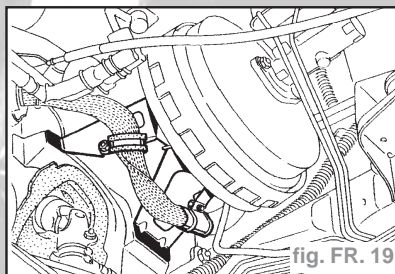
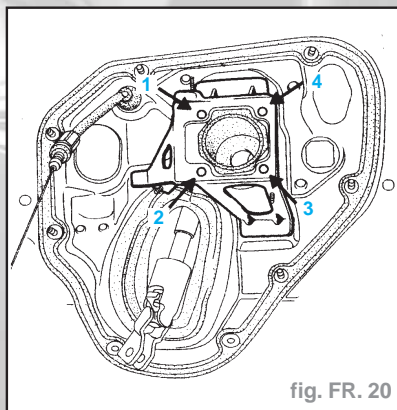

fig. FR. 19
fig. FR. 20
- Dégrafer et dégager le faisceau électrique (2 fixations sur le support de servofrein, 1 fixation sur la chapelle d'amortisseur) (fig. FR. 19).
- Mettre en place le disque sur le moyeu et le fixer à l'aide des deux vis (B).
- Dévisser les écrou (1) (2) et (3) (fig. FR. 20).
- Dégager les tuyaux d'eau pour avoir accès à l'écrou (4) depuis le compartiment moteur (fig. FR. 20).
- Dévisser l'écrou (4) en utilisant la douille Fre. 1396.
- Dégager les tuyaux d'eau pour avoir accès à l'écrou (4) (fig. FR. 20).
- Dégrafer le faisceau électrique ( 2 fixations sur le support de servofrein, 1 fixation sur la chapelle d'amortisseur) (fig. FR. 19).